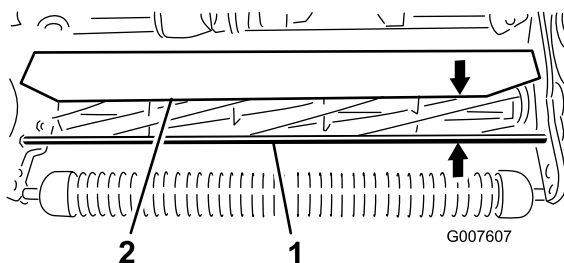

Figura 53
1. Misurate la distanza tra la parte superiore dell'asta di supporto anteriore e il bordo anteriore del deflettore su ogni estremità dell'apparato di taglio (Figura 53).